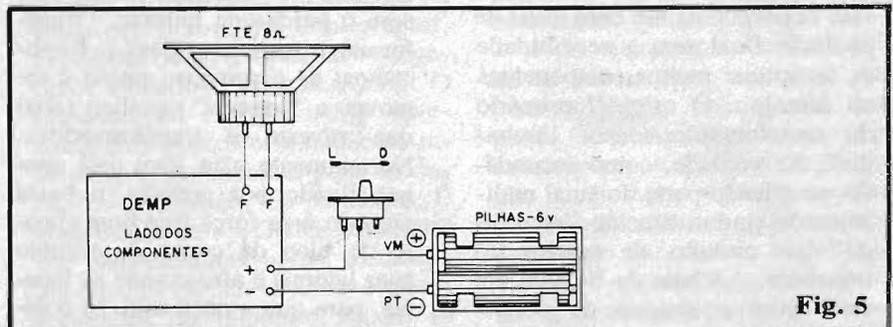

Fig. 5
- FIG. 5 - Conforme já mencionado, as únicas conexões externas ao Circuito Impresso referem-se à ligação do pequeno alto-falante e da alimentação. Quanto a esta, lembrar sempre dos códigos universais de cores, com fio vermelho para o positivo e fio preto para o negativo. A chavinha interruptora, como é convencional, fica intercalada no fio do positivo da alimentação. Observem ainda que os comprimentos dos fios externos deve ser condicionado pela própria instalação do conjunto no container final... Não convém deixar os fios muito longos (isso, além de "feio", termina por gerar problemas mecânicos e elétricos...), porém, obviamente, estes devem ter as dimensões mínimas necessárias para uma confortável acomodação na caixa... Bom senso e planejamento não fazem mal nenhum...